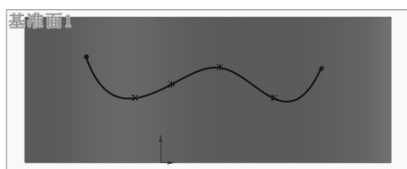

图 4-6 绘制的样条曲线
7) 绘制样条曲线。单击“草图”工具栏中的“样条曲线”按钮, 绘制如图 4-6 所示的样条曲线, 然后退出草图绘制状态。